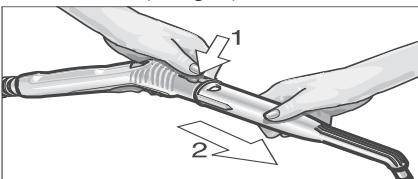

Fig. 5: Ta av tilbehørsdelen
- Når du skal ta av tilbehørsdelen, trykker du på åpneknapptene (C3 og G3), og trekker delene fra hverandre (se fig. 5).